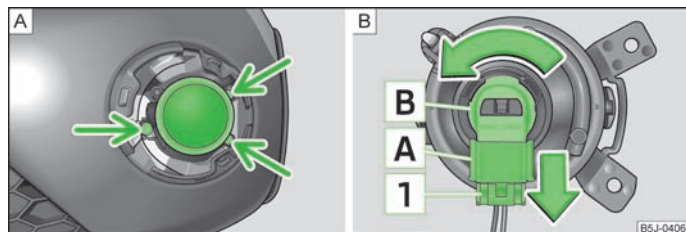

Abb. 149 Vorderer Stoßfänger: Nebelscheinwerfer / Nebelscheinwerfer: Glühlampe wechseln
- Mit dem Schraubendreher » Seite 162, *Bordwerkzeug* die Schrauben » Abb. 149 - **A** herausdrehen.
- Die Sicherung **1** » Abb. 149 des Steckers **A** drücken und den Stecker aus der Fassung **B** herausziehen.